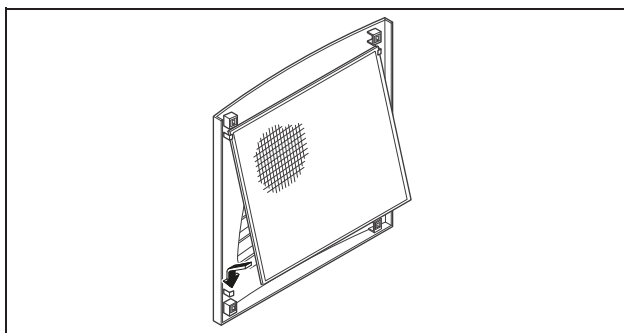

Bild 31: Montera filtermattan
- Lägg filtermattan som visas i bild 31 i lamellgallret och tryck fast den på skåpet.